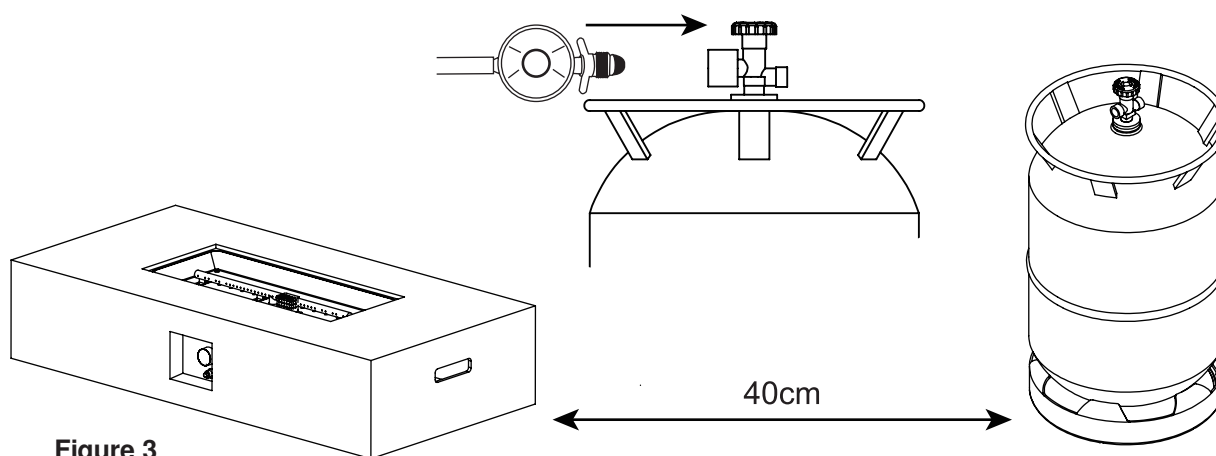

Figure 3
4. Fest regulatoren til tankens ventil og stram godt (se Figure 3).